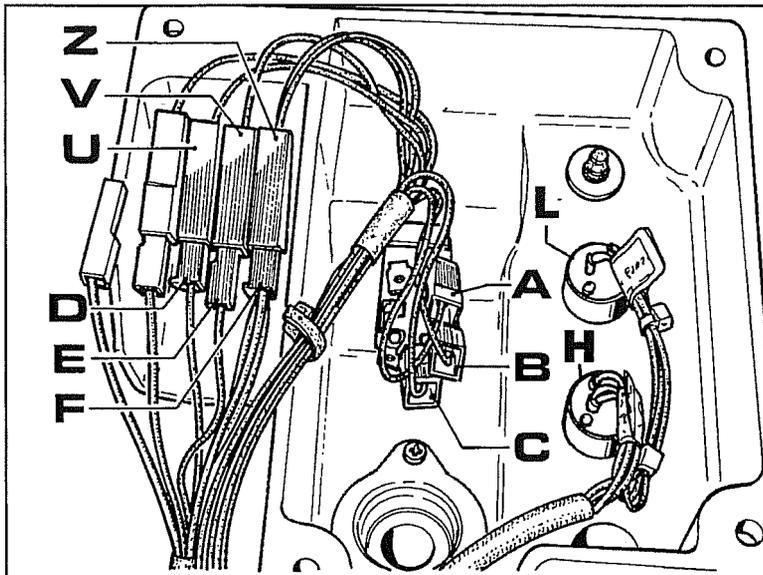

Abb. 43
5. Um diese Ausschaltung vorzunehmen, ist das Gehäuse der Rheostaten zu entfernen, das sich auf dem rechten Kotflügel befindet, um es dann auf den Kopf zu stellen, wie in der Abb. 43 gezeigt.
6. Bevor man die Kabel **A-B-C** der Steuerung vom Schalter für Heben/Senken abtrennt, sicherstellen, ob ihre Paarung die folgende ist (siehe Abb. 43):
| RHEOSTAT DER LAGEREGLUNG (H Abb.43) | A | WEISS |
| RHEOSTAT DER ZUGKRAFTREGELUNG (L Abb.43) | A | WEISS |